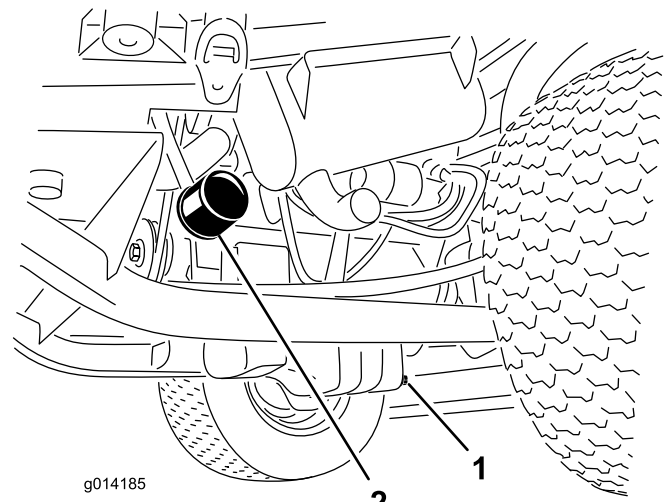

Figure 37
1. Retirez le bouchon de vidange (Figure 37) et laissez couler l'huile dans un bac de vidange.
3. Déposez le filtre à huile (Figure 37).